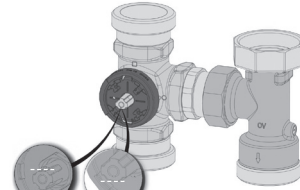

Abb. 17
3. Ausrichtung des Mischerküken kontrollieren. Dessen abgeflachte Seite muss nach unten zeigen und waagrecht ausgerichtet sein (Abb. 17). Das Küken versperrt in dieser Position den Vorlaufstrang.